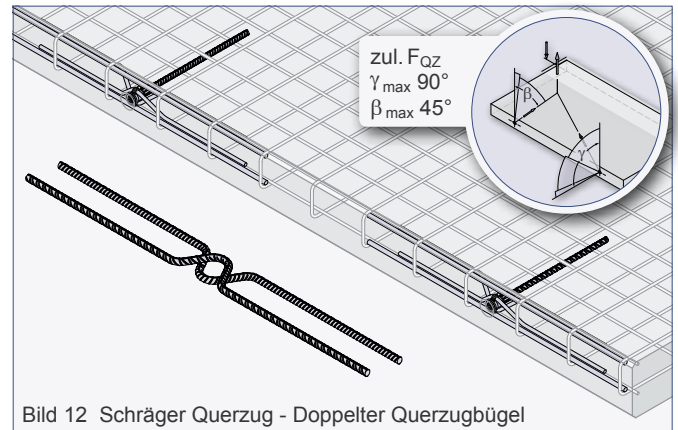
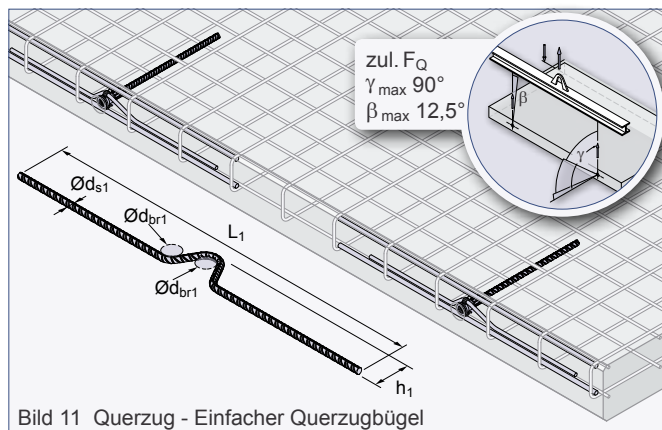
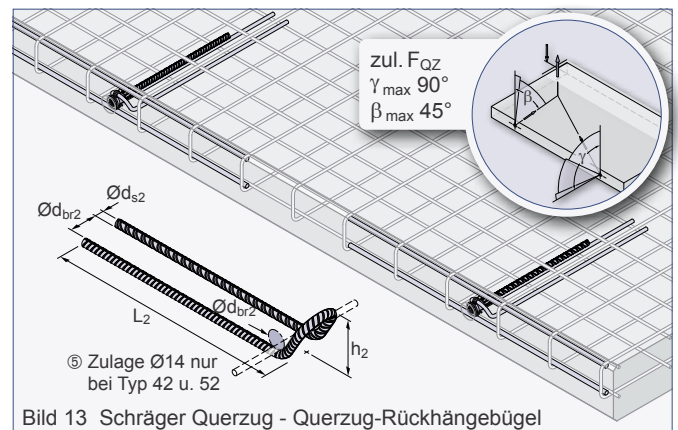

Bild 12 Schräger Querzug - Doppelter Querzugbügel
Bild 11 Querzug - Einfacher Querzugbügel
Bild 13 Schräger Querzug - Querzug-Rückhängebügel
Die Beanspruchung der Gewindetransportanker mit Querzug $\gamma > 15^\circ$ erfordert den Einbau einer Bewehrung nach Tabelle 8. Die Querzugbewehrung kann entweder als einfacher Querzugbügel (Bild 11), als doppelter Querzugbügel (Bild 12) oder als Querzug-Rückhängebügel (Bild 13) ausgeführt werden. Sie hat im Scheitelpunkt der Biegung Druckkontakt mit der Gewindehülse des Transportankers. Die Querzugbewehrung wird stirnseitig im Bauteil entgegen der Belastungsrichtung angeordnet. Das Aufrichten von Platten kann zu gleichzeitigem Schräg- und Querzug, dem so genannten schrägen Querzug, an den Transportankern führen (Bild 12 und Bild 13). In diesem Fall ist nur die Querzugbewehrung als doppelter Querzugbügel oder Querzug-Rückhängebügel erforderlich. Der Schrägzugfall wird beim Einsatz dieser Bewehrung ebenfalls abgedeckt. Beim Umlegen oder Aufstellen des Bauteils während der Montage muss die Lage der Querzugbewehrung beachtet werden (nur beim einfachen Querzugbügel gemäß Bild 11 und Querzug-Rückhängebügel gemäß Bild 13). Der doppelte Querzugbügel (siehe Bild 12) deckt die üblichen Lastrichtungen ab.
⑤ Zulage $\varnothing 14$, Länge = 600 mm erforderlich (siehe Bild 13)
⑥ Bei der Bewehrung "Einfacher Querzugbügel" (siehe Bild 11) ist ausschließlich F_Q ($\beta_{max} 12,5^\circ$) zulässig!